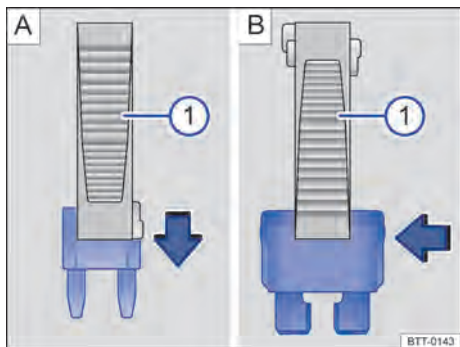

Fig. 168 Remover ou instalar um fusível com a garra da pinça de plástico ①.
- Se necessário, retirar a pinça de plástico → Fig. 168 ① do suporte. O suporte se encontra na parte traseira da caixa de fusíveis perto da tomada de conexão para diagnóstico.
- Em caso de *fusíveis pequenos*, encaixar a garra ① por cima → Fig. 168 A.
- Em caso de *fusíveis maiores*, empurrar a garra ① lateralmente sobre o fusível → Fig. 168 B.
- Caso o fusível esteja queimado, substituir o fusível por um novo da *mesma* intensidade de corrente (mesma cor e inscrição) e do *mesmo* tamanho → ①.